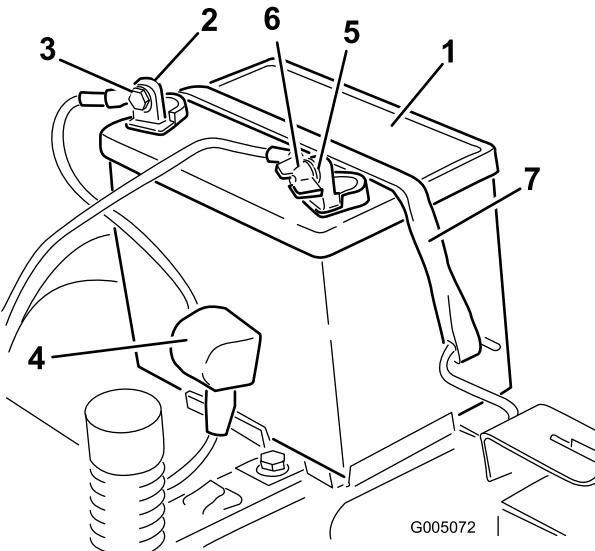

Figura 34
4. Desconecte el cable negativo de tierra (negro) del borne de la batería (Figura 34). Guarde todos los herrajes.
5. Deslice hacia arriba la cubierta de goma del cable positivo (rojo). Desconecte el cable positivo (rojo) del borne de la batería (Figura 34). Guarde todos los herrajes.
6. Retire la correa de sujeción de la batería (Figura 34) y levante la batería para retirarla de su bandeja.
- Coloque la batería en la bandeja, con los bornes hacia el puesto del operador (Figura 34).
- Fije la batería con la correa de sujeción (Figura 34).